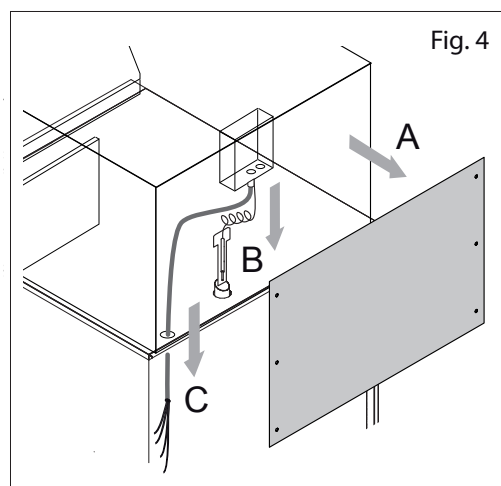

Fig. 4
2. Enlever les 6 vis de fixation du panneau postérieur de la hotte (3 pour cote) et le panneau (Fig. 4/A)
3. Libérer le bulbe du thermostat du système de fixation et le positionner dans le tuyau de décharge vapeur (trou rond Fig. 4/B)
4. Libérer le câble d'alimentation du système de fixation et le insérer dans le chaumard (Fig. 4/C).
Connecter électriquement le câble d'alimentation à la serre-câble selon les indications mentionnées sur l'étiquette près de la serre-câble (Fig. 4):